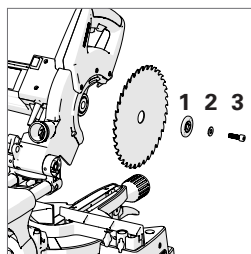

Fig. 20
Installez la bride extérieure (1) (face plate contre la machine), la rondelle (2) et la vis de l'arbre (3). (Fig. 20)